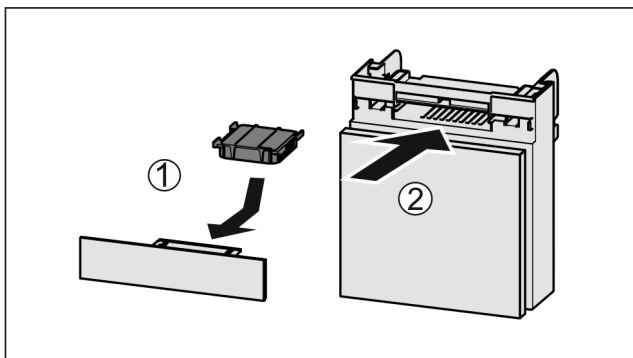

Fig. 43
- ▶ Filtr s aktivním uhlím vložte podle vyobrazení Fig. 43 (1).
- ▶ Zásuvku zasuňte Fig. 43 (2).